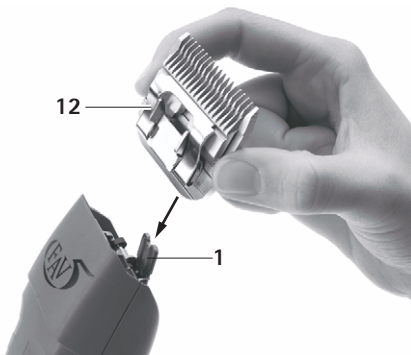

Fig. 2
- Inserire la testa di tosatura 12 sulla cerniera delle lame 1 aperta, vedere Fig. 2.